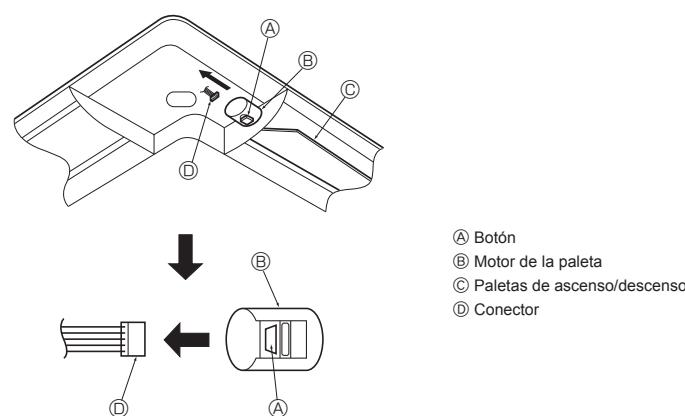

Fig. 8-9
- ① Remache (Accesorio)
- ② Tubo de vidrio blanco
- ③ Conector de la unidad principal
- ④ Conector de la rejilla
- ⑤ Abrazadera (Accesorio)
- ⑥ Receptor (Para SLZ-KA-VAL(2))
8.4. Bloqueo de la dirección del flujo de aire de ascenso/descenso (Fig. 8-9)